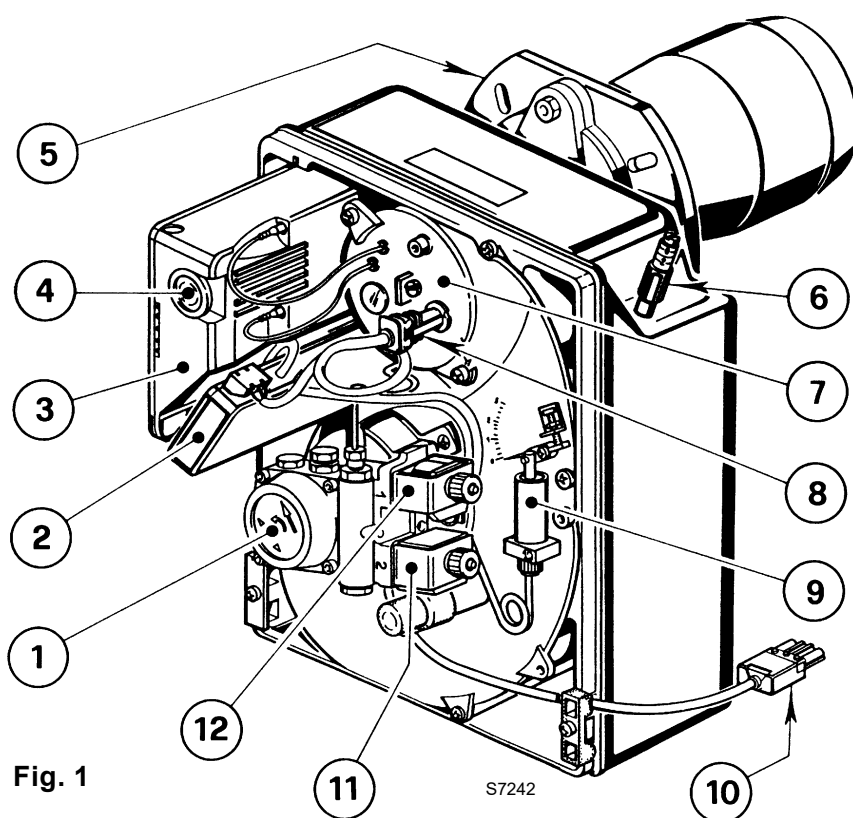

Fig. 1
A Segnalato dalla spia del controllo fiamma (4, Fig. 1, pag. 1).
- Effettuare la pulizia del sensore fiamma, (8, Fig. 1, pag. 1).
Un'anomalia, nel funzionamento nella maggior parte dei casi, porta alla accensione della segnalazione all'interno del pulsante di sblocco del controllo fiamma (4, Fig. 1, pag. 1).